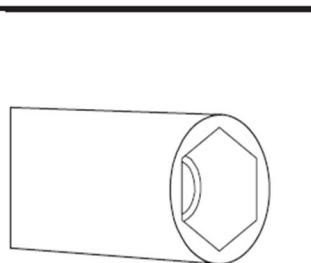

Рис. 1
3. Проложите по периметру прибора уплотнитель, поставляемый в комплекте, на углах прибора уплотнителя должно быть больше, чем на остальном периметре (рис.1) .
3. Для замены жиклеров используйте ключ-шестигранник (Рис. 1).